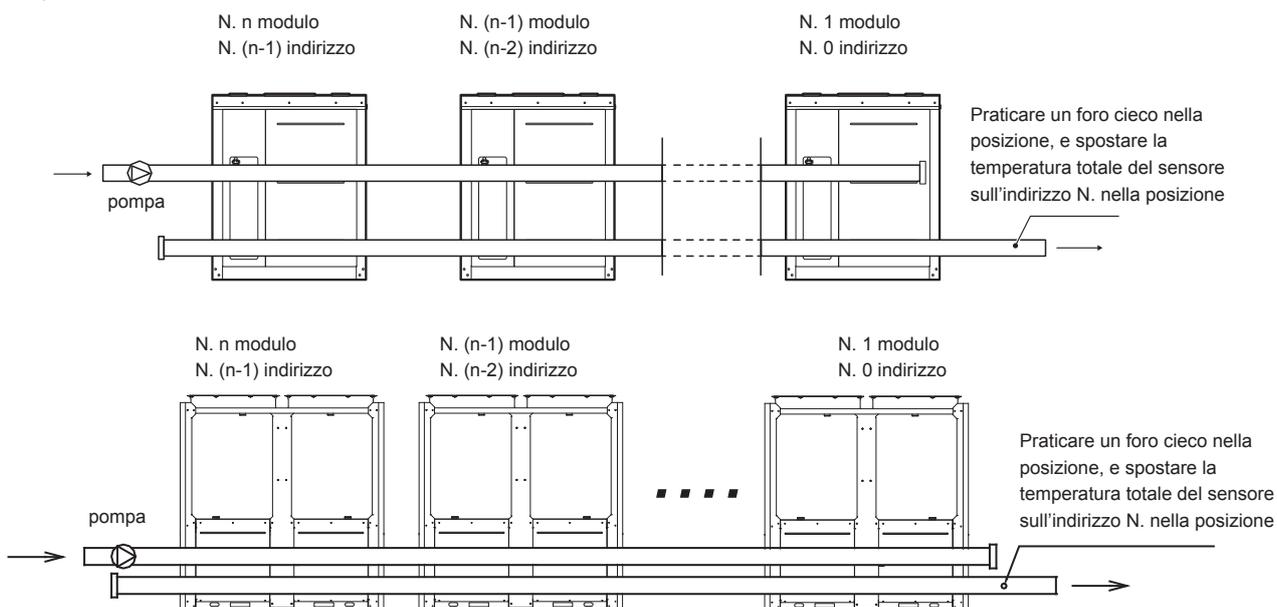

Fig.8-28 Installazione multimodulo (non più di 16 moduli)
c) Il tubo di ingresso dell'evaporatore deve essere dotato di un controller di flusso target, per realizzare una protezione contro l'interruzione del flusso per l'unità. Entrambe le estremità del regolatore di flusso target devono essere fornite con sezioni di tubo diritte orizzontali il cui diametro è 5 volte quello del tubo di ingresso. Il controller di flusso target deve essere installato in stretta conformità con la "Guida all'installazione e alla regolazione per il controller di flusso target" (Fig.8-28, 8-29). I cavi del controller di flusso target devono essere condotti all'armadio elettrico attraverso un cavo schermato (vedere lo Schema elettrico di controllo per i dettagli). La pressione di esercizio del controller di flusso target è 1.0MPa e la sua interfaccia ha un diametro di 1 pollice. Dopo l'installazione delle tubazioni, il controller del flusso target verrà impostato correttamente in base al flusso d'acqua nominale dell'unità.